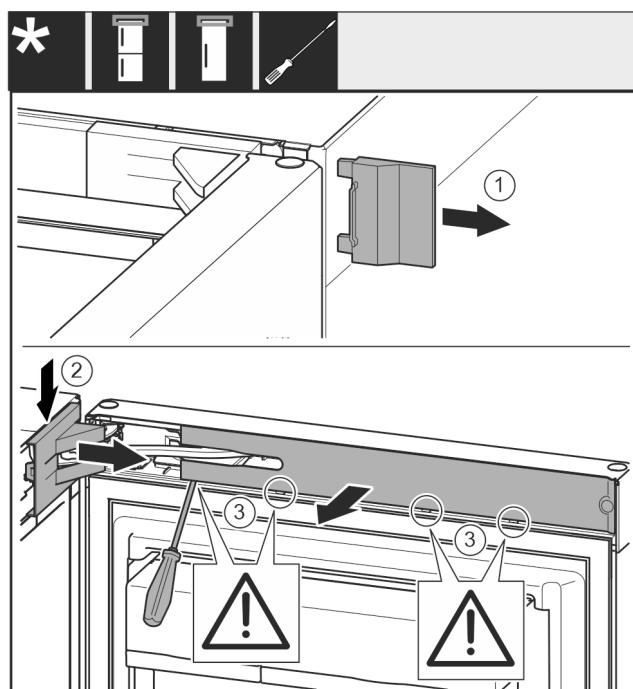

Fig. 7
► Снимите внешнюю крышку. Fig. 7 (1)
► Освободите и отсоедините крышку опорного кронштейна. Снимите крышку опорного кронштейна. Fig. 7 (2)
► При помощи шлицевой отвертки освободите накладку и отведите в сторону. Fig. 7 (3)